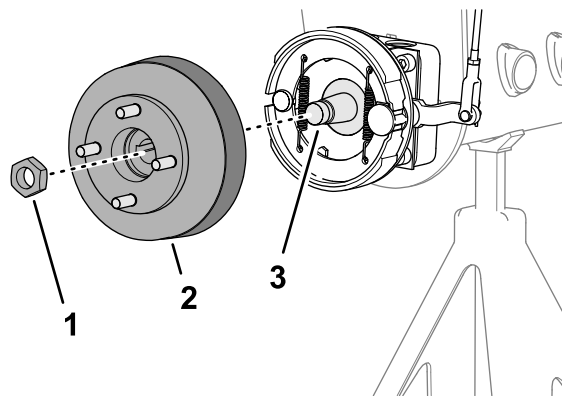
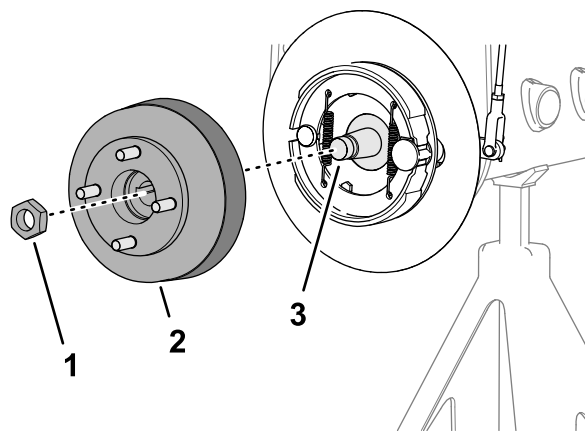

Рисунок 72
Рисунок 73
3. Установите ступицу колеса и тормозной барабан на вал колесного мотора (Рисунок 72 или Рисунок 73).
4. Прикрепите ступицу колеса к валу с помощью контргайки (Рисунок 72 или Рисунок 73) и затяните ее от руки.